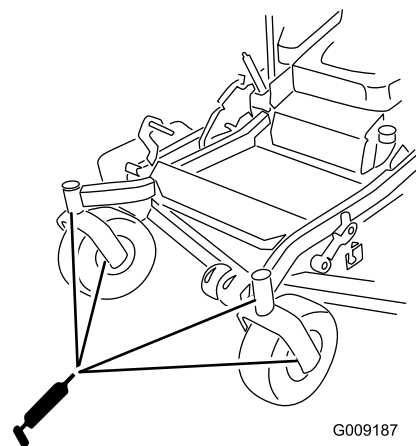

Figura 43
9. Retire el adaptador de engrase del punto de engrase. Instale el tapón hexagonal y la tapa (Figura 43).